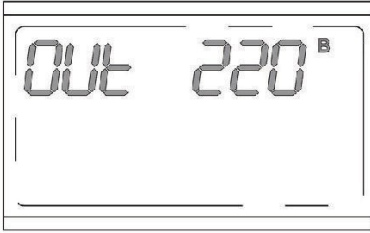

Рисунок 16. ЖК-дисплей в режиме настройки выходного напряжения
1. Двойным быстрым нажатием кнопки  перевести ЖК-дисплей в режим настройки выходного напряжения (рисунок 16).